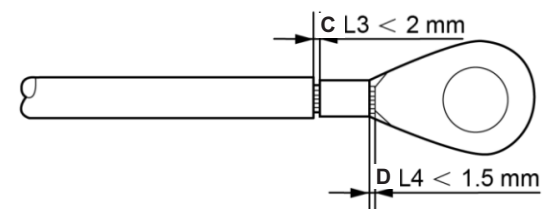

Figura 5.9 Fio desencapado
- 4) Insira o fio desencapado na área de crimpagem do terminal OT e use a braçadeira hidráulica para prender o terminal ao fio (consulte a Figura 5.9).